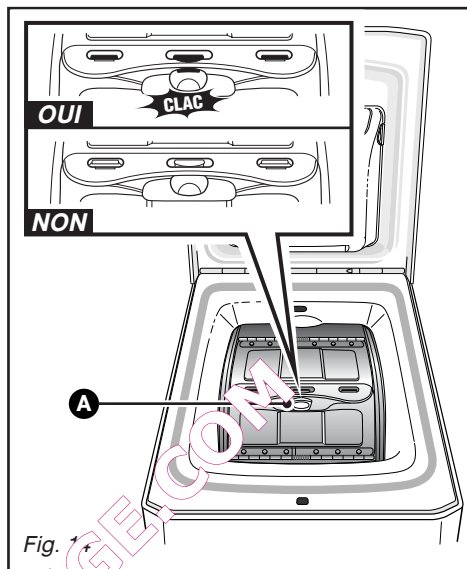

Fig. 14
- Ouvrez le tambour en appuyant sur le poussoir **A** situé sur le portillon avant (Fig. 14).
**Vérifiez que les trois crochets et le lissage du poussoir sont bien visibles (Fig. 14).**